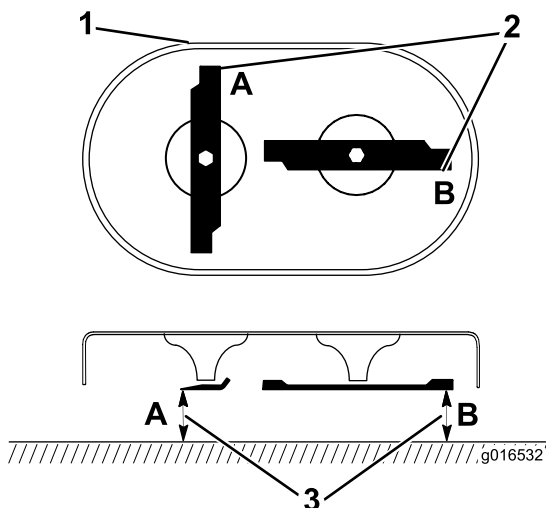

Рисунок 35
1. Поверните ножи, пока они не окажутся в положении, показанном на рис. Рисунок 35.